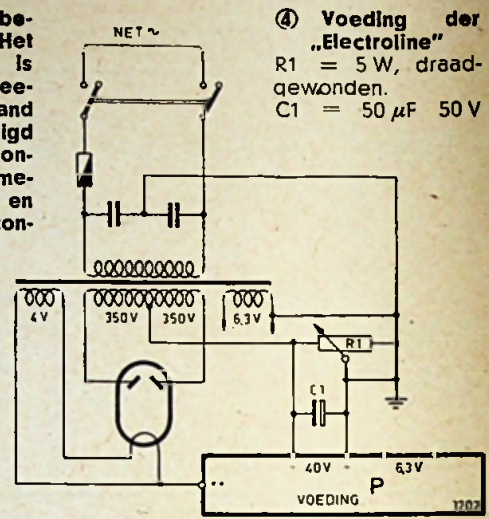

Fig. 4
spanning ter grootte van ong. 40 V. Deze wordt op zeer eenvoudige wijze verkregen. (Zie fig. 4).
③ Het regelchassis behorende bij fig. 4. Het gestippelde gedeelte is eerst nodig bij de tweede uitbreiding. In verband met de ruimte, benodigd ter aanbrenging der onderdelen (schuifpotmeter, draadgewonden, en grote electrolytische condensator, is het raadzaam er nu reeds rekening mede te houden als deze tweede uitbreiding in het voornemen van de bouwer ligt.